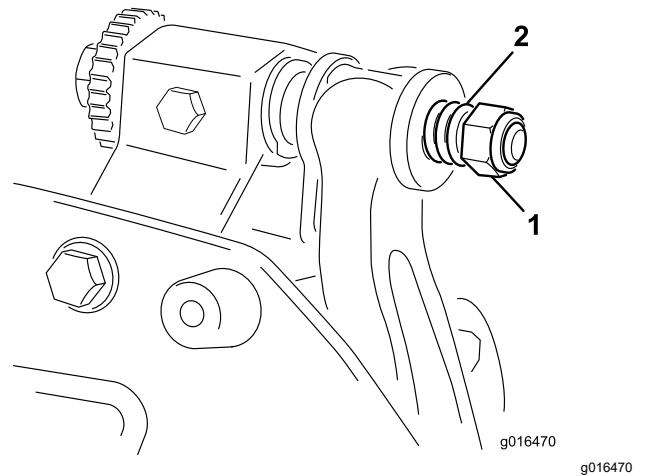

图 26
6. 旋紧弹簧加压螺母直到弹簧完全压紧然后往回松开  $\frac{1}{2}$  圈 图 26。